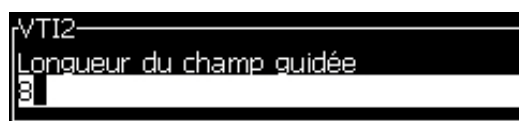

Figure 5-27: Boîte de dialogue Longueur du champ d'invitation
- 8 Appuyez sur la touche *Entrée* pour ouvrir la *fenêtre Longueur du champ d'invitation* (consulter Figure 5-27).